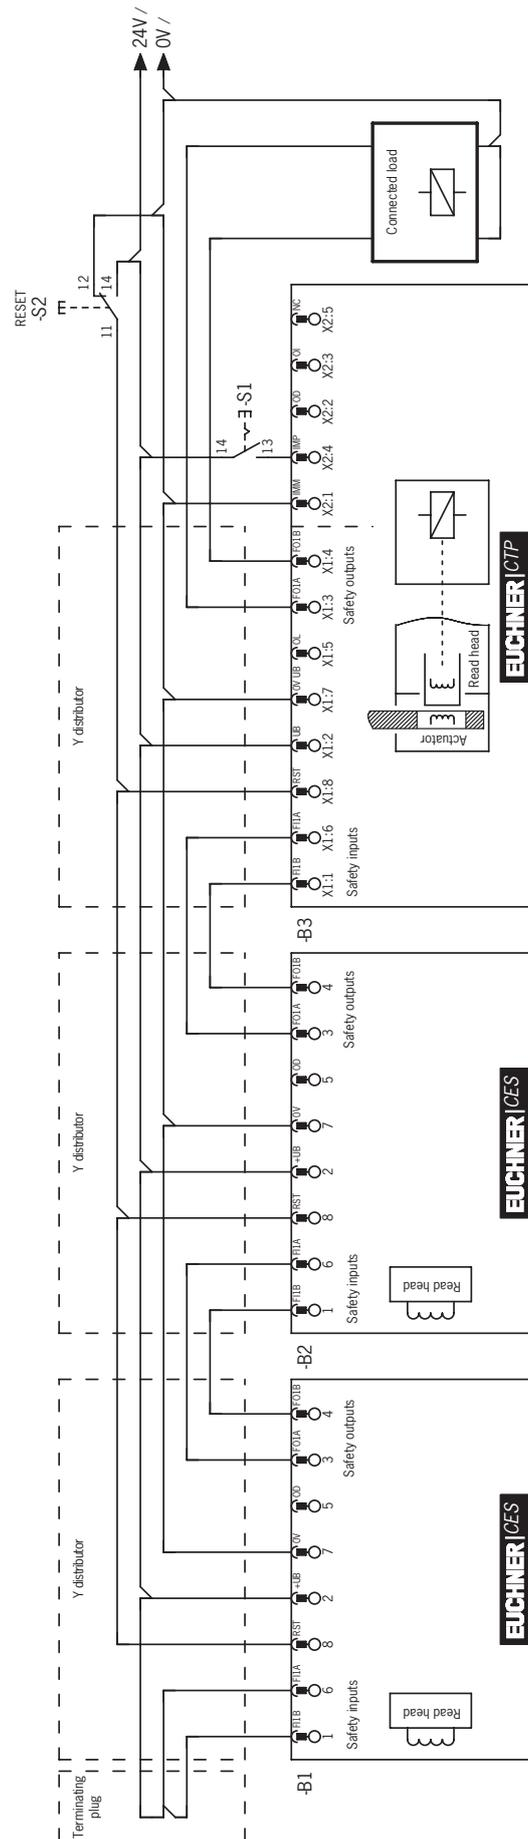

Figura 5: Esempio di collegamento per l'impiego in una catena di finecorsa CES-AR
- › Si dovrà utilizzare un segnale comune per tutti i finecorsa di una catena. Questo potrebbe provenire da un deviatore oppure dall'uscita di un sistema di controllo. Un pulsante, in questo caso, non è idoneo poiché durante l'esercizio il reset deve sempre essere applicato a GND (vedi finecorsa S11 alla *Figura 5 a pagina 25*).
Perché questo sia possibile l'ingresso RST deve essere collegato come illustrato alla *Figura 5 a pagina 25*.